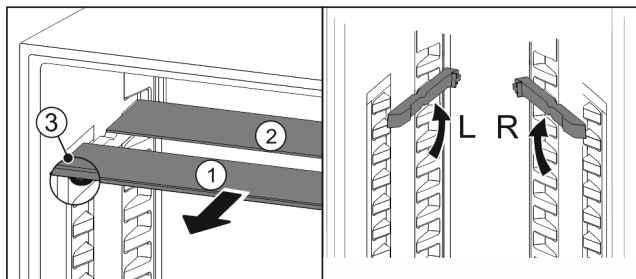

Fig. 17
- ▶ Húzza ki Fig. 17 (1) előre az üveglapokat egyesével.
- ▷ Az üveglap Fig. 17 (1) a díszléccel előre néz.
- ▷ Az ütközők Fig. 17 (3) lefelé mutatnak.